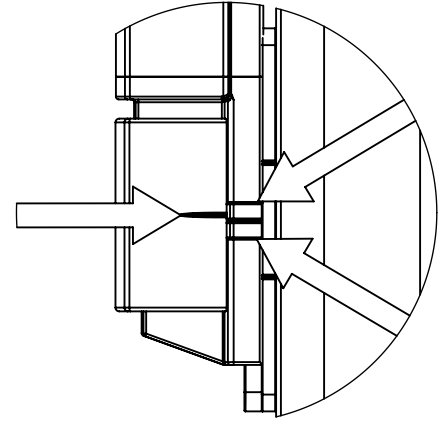

FIG.8
2. Position the mark on the Keeper Assembly between the two outer marks on the Latch Body (Fig.8). The ideal location is closer to the top mark.
[Coloque la marca en el conjunto del seguro entre las dos marcas exteriores del cuerpo del pestillo (Fig.8). La ubicación ideal está más cerca de la marca superior.]